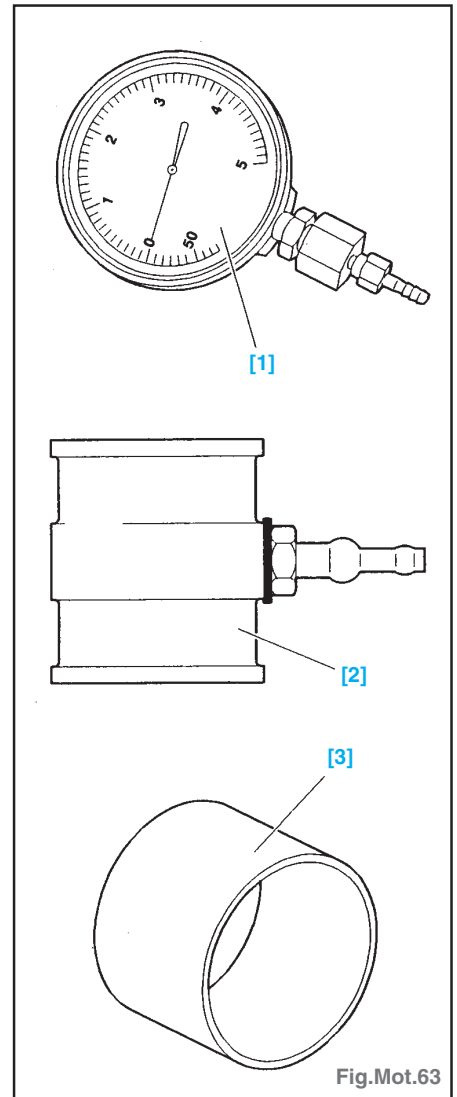

Fig.Mot.63
- Outils nécessaires (Fig.Mot.63) :